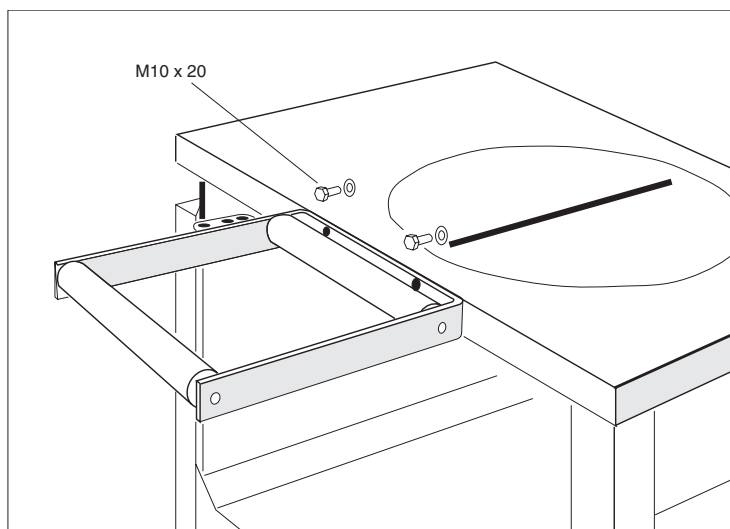

Fig. 5
- Det korta rullbordet monteras som framgår av *fig. 5*.